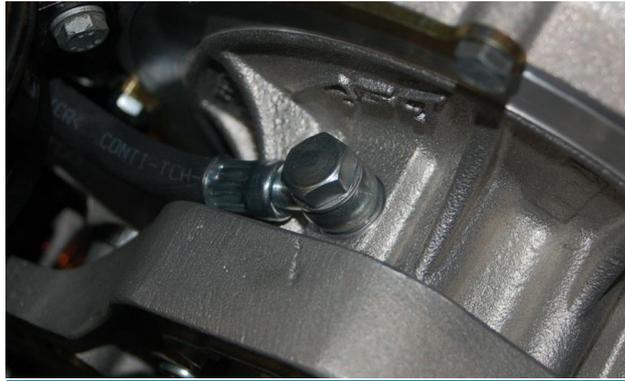

Abbildung 26
13. Montage des Ölzulaufs zum Kompressor. Dabei auf **richtigen Sitz** der Dichtringe und auf Sauberkeit achten. Anzugsmoment der Hohlschraube: 14Nm (Abb. 26).